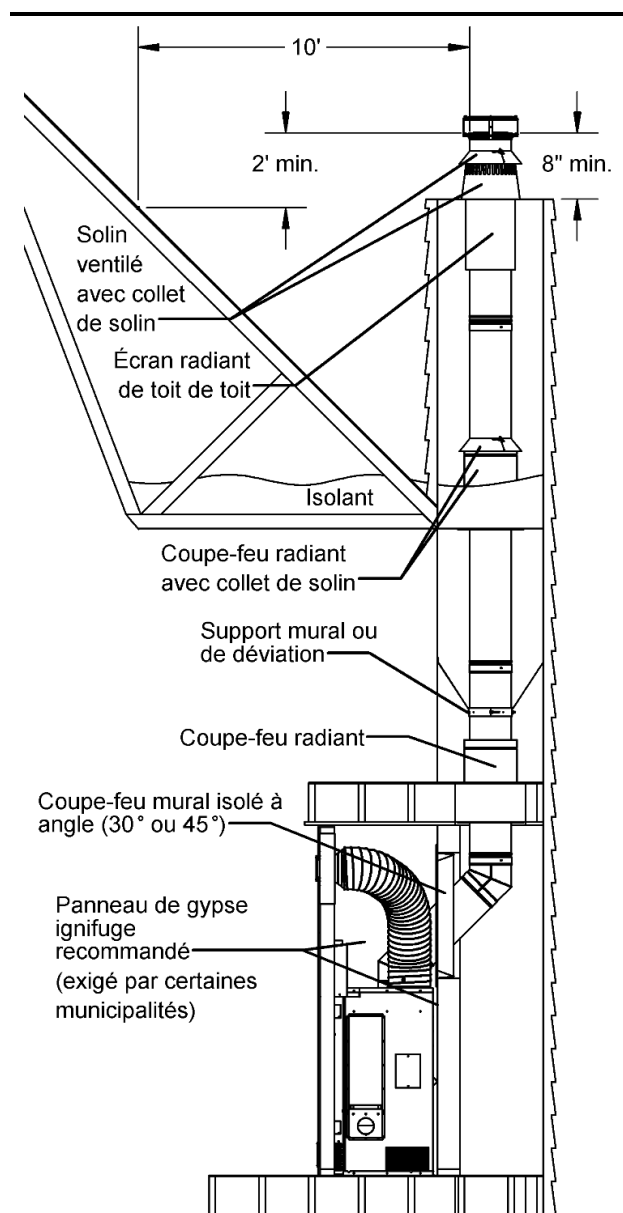

FIGURE 22 ENCLOS EXTÉRIEUR ET À TRAVERS LE MUR
Vous pouvez également traverser un mur en angle en débutant directement sur le foyer tel que montré dans la Figure 22. Un coupe-feu mural isolé à angle (XM-8WRSI30 ou XM-8WRSI45) DOIT être utilisé à chaque fois que la cheminée traverse un mur extérieur.
Si la cheminée est installée à l'extérieur de la maison, nous recommandons de l'encloisonner. L'enclos doit être construit de façon à constituer une extension de la maison (voir la Figure 22). L'enclos doit être bien isolé entre la fondation et le plancher de la maison pour prévenir la perte de chaleur.
2. Il faut installer un coupe-feu radiant à chaque plancher que traverse la cheminée. Dans les combles, installez un coupe-feu radiant et un collet de solin, tel qu'illustré dans la Figure 7 et la Figure 22.